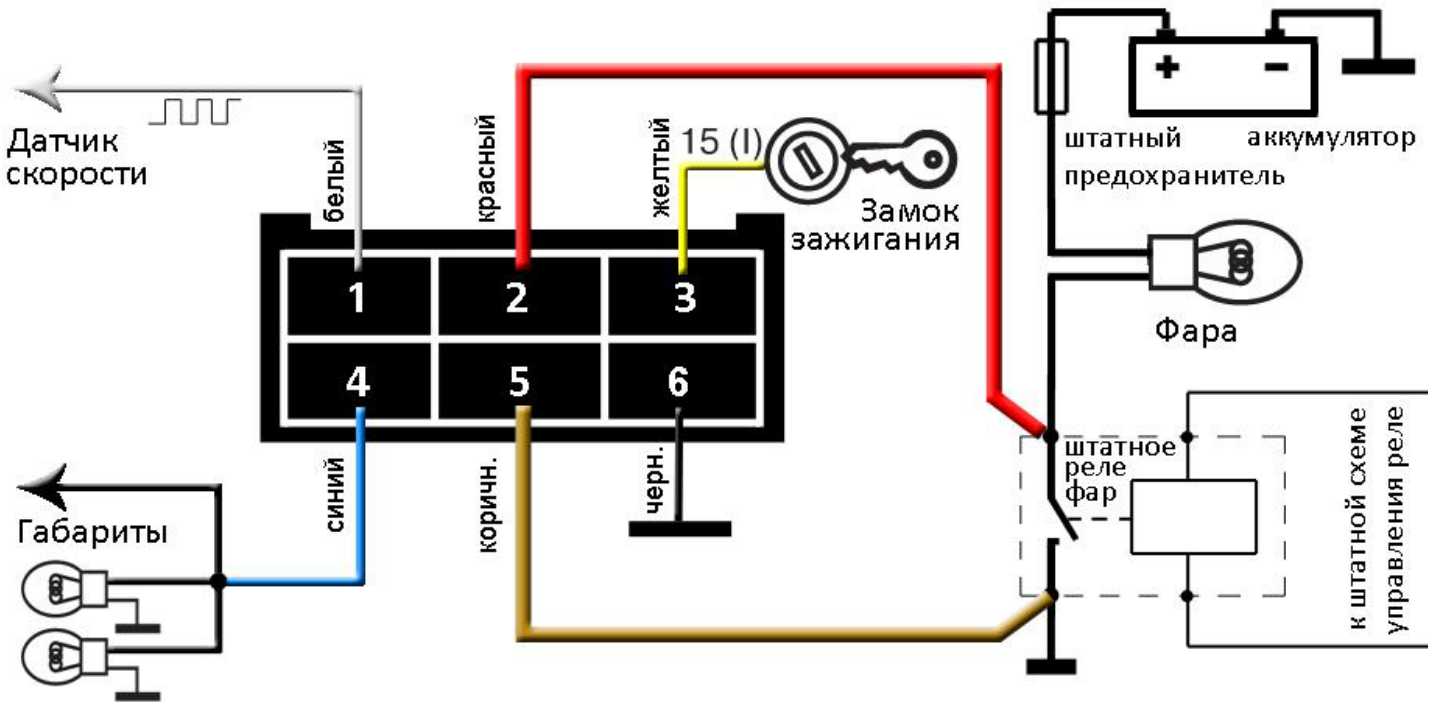

Рисунок 2
- 2. Дальний свет** (сечение 1мм^2). Подключается к проводу, подключенному к контакту штатного реле включения света лампам дальнего света, который подключен к лампам фары (см. рис.2). Точка подключения должна быть как можно ближе к реле.